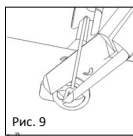

Рис. 9
■ **Рис.9** В заключение щипчиками (REF 8000 171) отрез-ается стержень на поперечине. Возникающий в ре-зультате штифт на поперечине поддерживает в даль-нейшем фиксацию трансплантата между поперечной и барабанной перепонкой и предотвращает его по-слеоперационную дислокацию. Длина штифта может варьировать, однако она должна коррелировать с толщиной выбранного трансплантата.